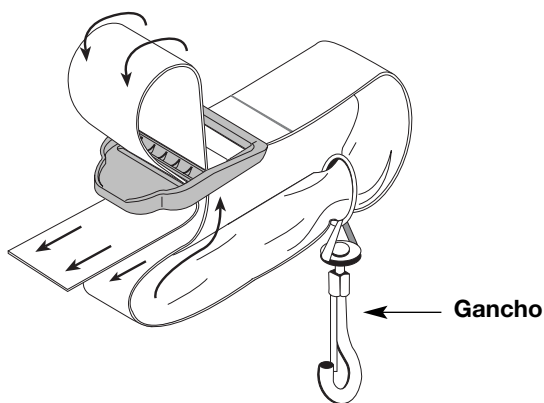

Fig. 6
2. Pase la correa sobre la barra transversal y hacia abajo por la ranura de la hebilla (Fig. 6).